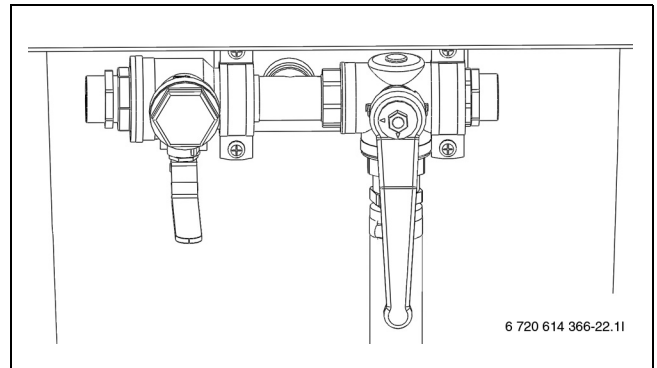

Bild 28 Befüllstation in Mischposition
- Ventile der Befüllstation auf Mischposition stellen (→ Bild 28).